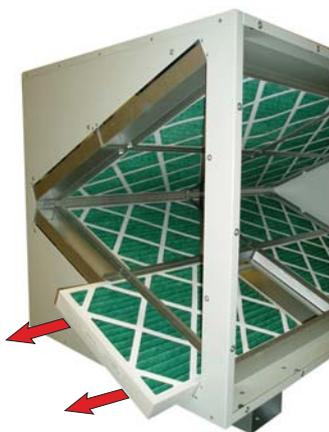

Figura 6.7
3. Extraiga los filtros de la caja de filtro, consulte la *Figura 6.7*.